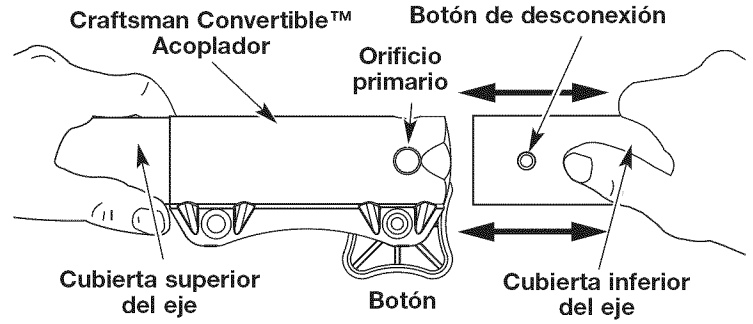

Fig. 2
3. Mientras sostiene el accesorio con firmeza, empujelo en línea recta en el acoplador (Fig. 2).
**PRECAUCIÓN:** Trabe el botón de desconexión en el orificio primario (Fig. 2) y ajuste bien la perilla antes de operar esta unidad.
2. Oprima y sostenga oprimido el botón de liberación (Fig. 2).
3. Mientras sostiene con firmeza el bastidor del eje superior, tire del accesorio hacia afuera del acoplador (Fig. 2).